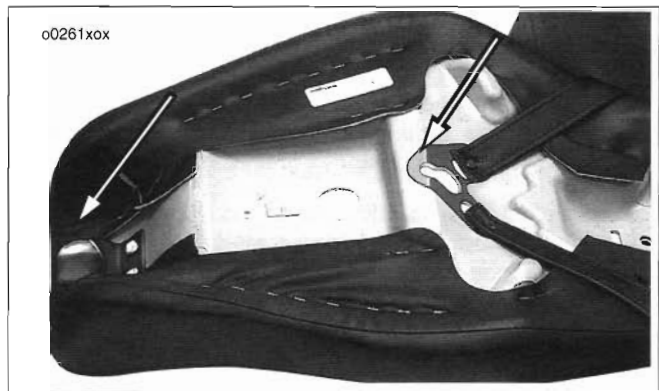

Figura 60. Puntos de conexión debajo del asiento
Vea la Figura 60. Todos los modelos Sportster tienen una lengüeta delantera debajo del asiento en la parte trasera de la estructura.
1. Vea la Figura 60. Deslice el asiento hacia adelante hasta que la lengüeta encaje ajustadamente en la estructura.